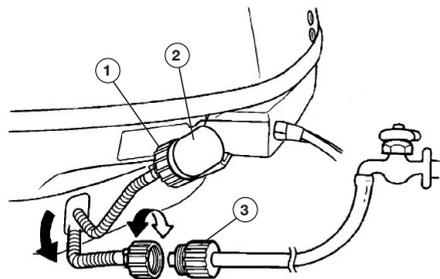

Рис. 48 Промывка системы охлаждения с помощью встроенного шланга
2. Открутите коннектор 1 шланга для промывки от фитинга 2, находящегося на корпусе мотора (Рис. 48).
3. Соедините коннектор шланга для промывки и переходную муфту 3 шланга, подключенного к водопроводу (Рис. 48).